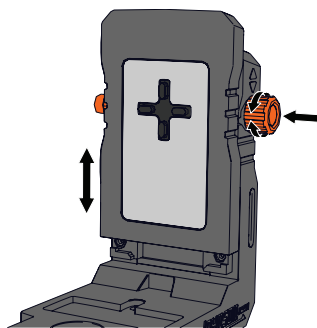

Figure 13
3. Pour effectuer des micro-ajustements à la position verticale du laser, pousser le bouton de micro-ajustement sur l'accessoire de base pour le déverrouiller. Faire pivoter le bouton pour monter ou descendre la plaque de fixation. La position peut être ajustée de 0,8 à 25 mm. Relâcher le bouton pour verrouiller la position. (Figure 13)